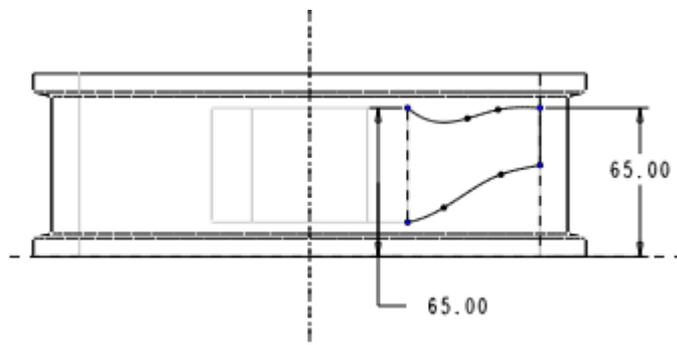

图 53-12
(3) 单击【草绘】按钮，进入草绘工作环境，绘制如图 53-12 所示的旋转中心线和旋转截面。